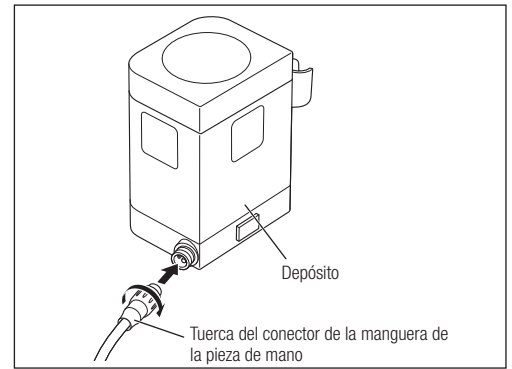

Fig. 7
- 2) Inserte el conector de la manguera de la pieza de mano de manera que encaje correctamente en el orificio de la toma de conexión de la manguera de la pieza de mano y apriete la tuerca del conector (Fig. 7).